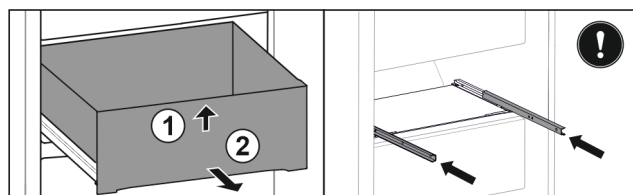

Fig. 147
- ▶ Levante el cajón por delante. Fig. 147 (1)
- ▶ Extraiga el cajón hacia delante. Fig. 147 (2)